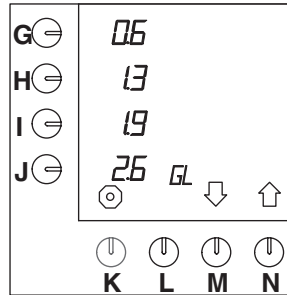

Fig. 29 Réglage des touches de présélection pour les gallons
- Appuyez sur la touche de sélection (N.)↑ jusqu'à ce que la fig.29 s'affiche sur l'écran de contrôle.